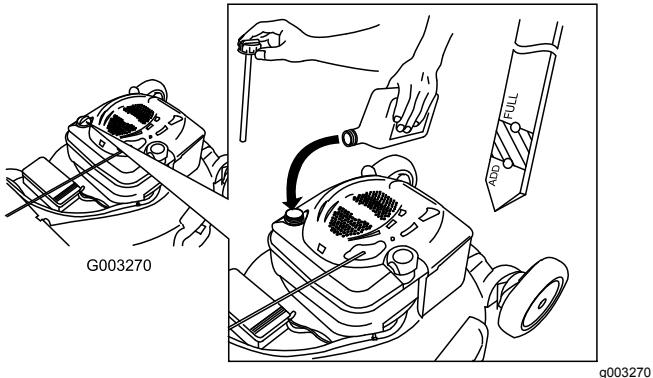

Figura 38
- Retire la varilla y observe el nivel de aceite; consulte Figura 38.